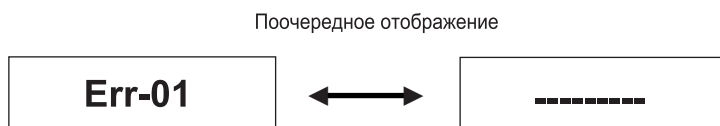

Рисунок 12.1
- (1) Для обеспечения безопасности прекращается подача питания на нагреватель в датчике.
- (2) Чтобы привлечь внимание оператора к возникшей ситуации, на дисплее начинает мигать индикация ошибки (Рисунок 12.1).
- (3) Посылается сигнал на контактный выход, для которого в “Output contact setup” (установка контактного выхода) указана ошибка (смотрите Раздел 8.4).
- (4) Меняется состояние аналогового выхода, указанного в “Output hold setting” (установка удержания выхода) (смотрите Раздел 8.2, “Установка удержания выхода”).